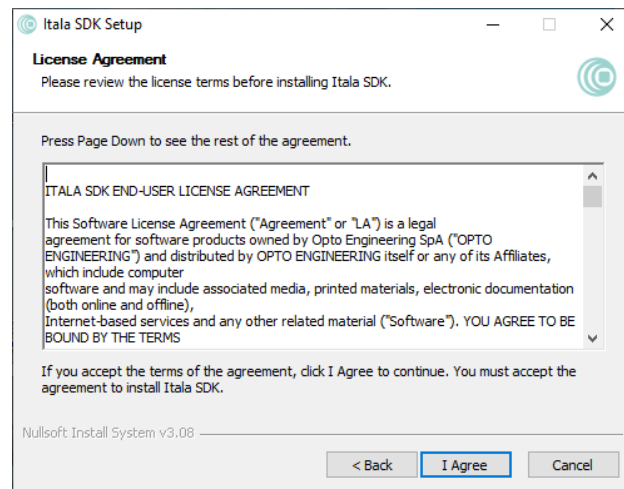

Figure 23: Itala SDK-Lizenzvereinbarungsfenster.
3. Lesen Sie die Lizenzbedingungen vor der Installation des Itala SDK (Abb.23).